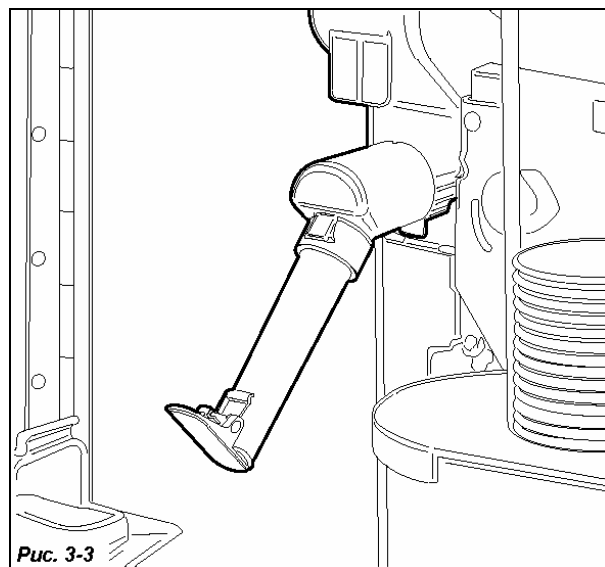

Рис. 3-3
1. Редукторный электродвигатель приводит в действие шнек контейнера для сахара, осуществляя подачу требуемой порции сахара в раздаточные лотки (Рис. 3.3).